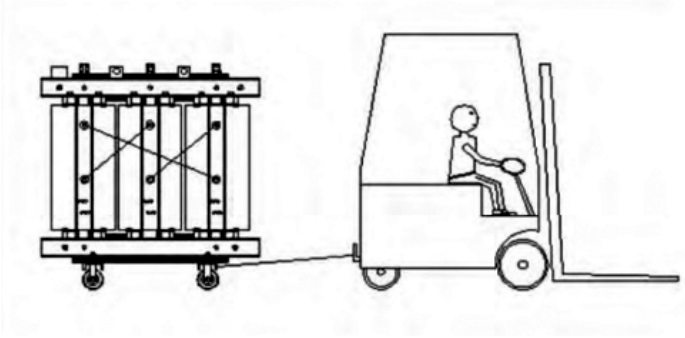
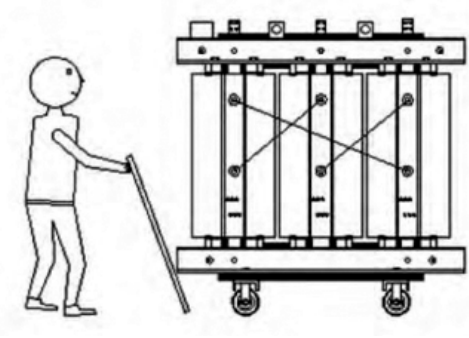

Рисунок 6 – Разрешённый механизированный вариант перемещения трансформатора
Рисунок 7 – Разрешённый ручной вариант перемещения трансформатора
4.3.1 Перемещение трансформатора необходимо выполнять с установленными колесными опорами и с использованием строповочных устройств, соответствующих весу трансформатора, прикрепленных к тележке (рисунок 6), или вручную, с применением рычага, как показано ниже (рисунок 7).